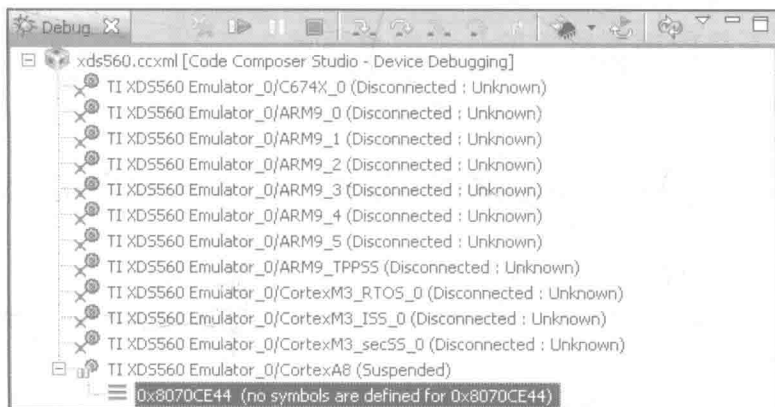

图 1-1-11 选择核进行连接
⑥ 等待仿真器配置完成后,就可以看到目标板的各个核。在需要连接的核上右键选择 Connect Target 命令连接到对应的核。例如,连接 Cortex-A8 核后如图 1-1-11 所示。